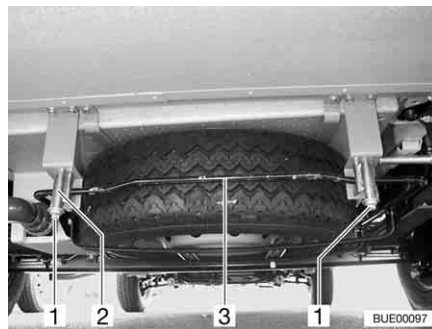

Fig. 239 Supporto per la ruota di scorta (cestino di alloggiamento)
- Allentare i dadi (Fig. 239, 1) sul gancio destro e sinistro (Fig. 239,2) del supporto per la ruota di scorta.
- Premer leggermente la staffa (Fig. 239,3) verso l'alto. Contemporaneamente spingere il gancio verso il basso e sganciare la staffa.